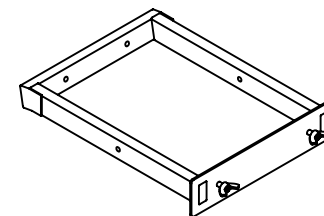

Рисунок 3.11. Удерживающий кронштейн
8. Отсоедините удерживающий кронштейн от «тали» робота, открутив два барашковых винта, как показано на рисунке 3.10. Винты можно закрепить в самом кронштейне, для этого предусмотрены резьбовые отверстия во внутренних боковых стенках кронштейна (рис. 3.11).